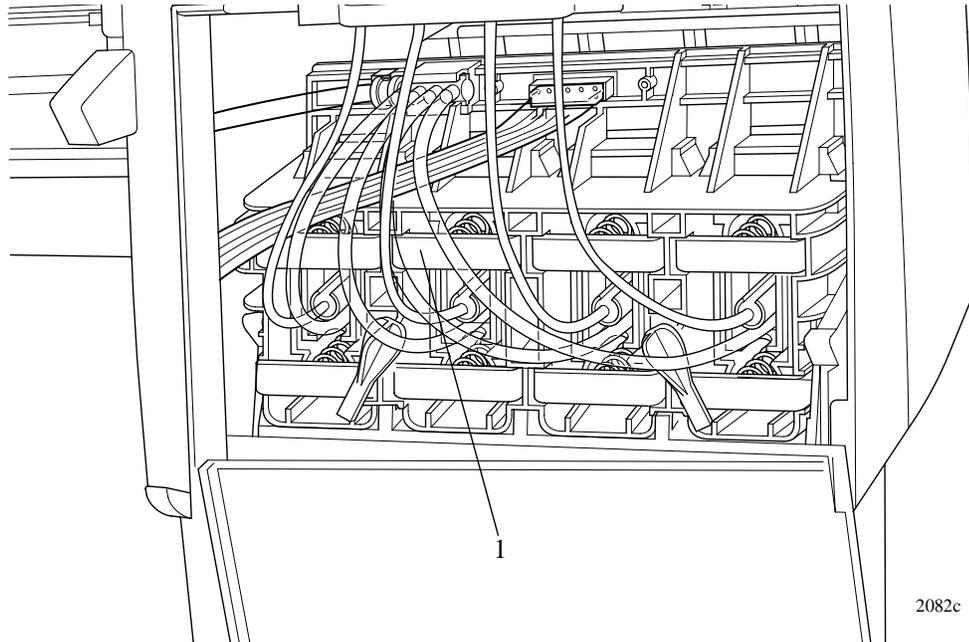

Figura 11: "Ink Cartridge Tube Connector" (jalado hacia atrás)
4. Deslice el "Ink Cartridge Tube Connector Assembly" hacia Usted (Consulte la Figura 11).